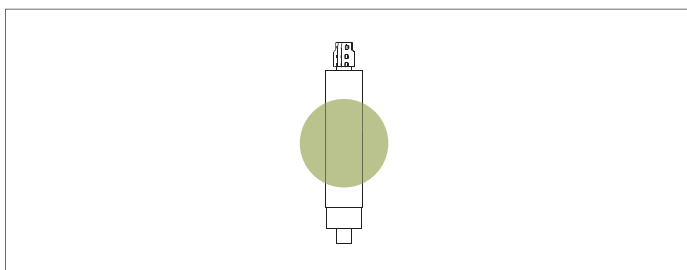

Рис. 48. Установка защитных патрубков на вертикальный приводной вал
2. Установите два защитных патрубка на вертикальный приводной вал. См. рис. 48.